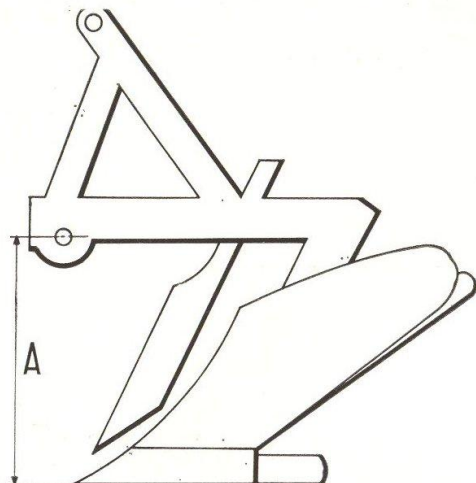

FIG. 43
- Distance A séparant les chevilles d'attelage de la pointe de l'outil, supérieure à 550 mm (fig. 43).